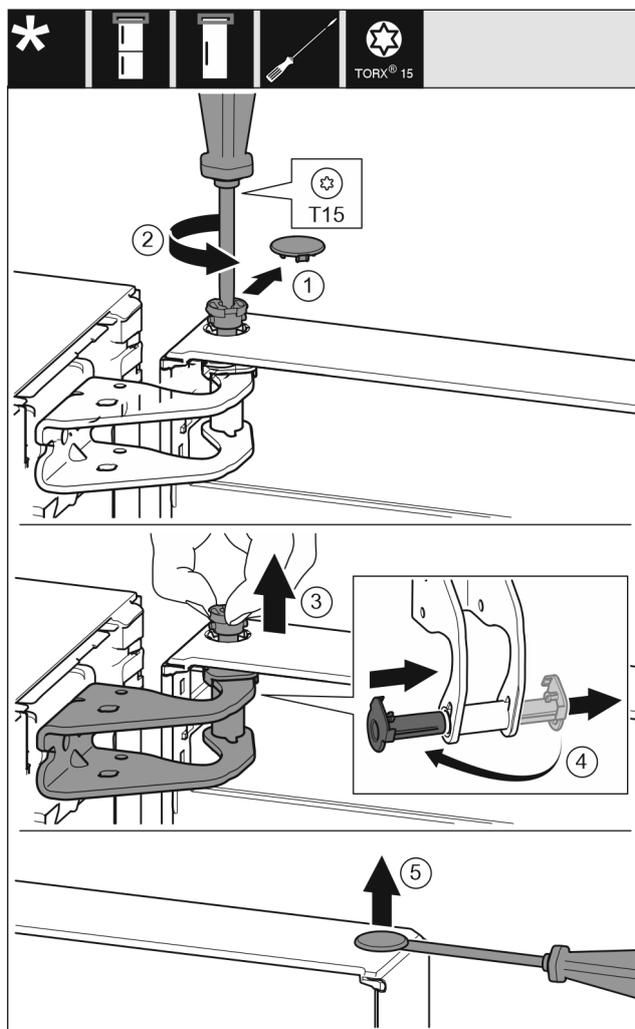

Fig. 7
- ▶ Enlever délicatement le cache de sécurité. Fig. 7 (1)
- ▶ Dévisser légèrement le boulon avec un tournevis T15. Fig. 7 (2)
- ▶ Tenir fermement la porte et sortir le boulon avec les doigts. Fig. 7 (3)
- ▶ Tirer la douille de palier en dehors du guide. La mettre de l'autre côté et l'enclencher. Fig. 7 (4)
- ▶ Soulever délicatement le bouchon en dehors de la douille de palier de porte avec un tournevis plat et le sortir. Fig. 7 (5)